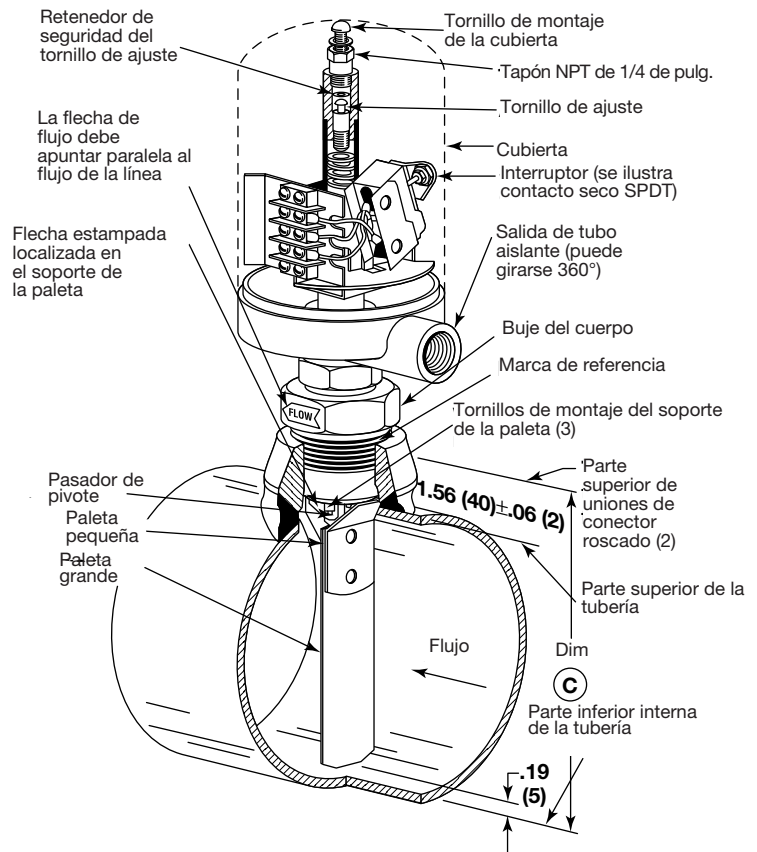

Figura 5
- Verifique la posición de la flecha estampada sobre el soporte de la paleta. La flecha debe señalar en dirección paralela con la flecha de flujo sobre el buje del cuerpo. Refiérase a la figura 5. Si las flechas no están paralelas, retire los tres tornillos de montaje del soporte de montaje de las paletas y gire el soporte hasta que la flecha estampada apunte en dirección paralela a la flecha de flujo; reemplace los tornillos de montaje.